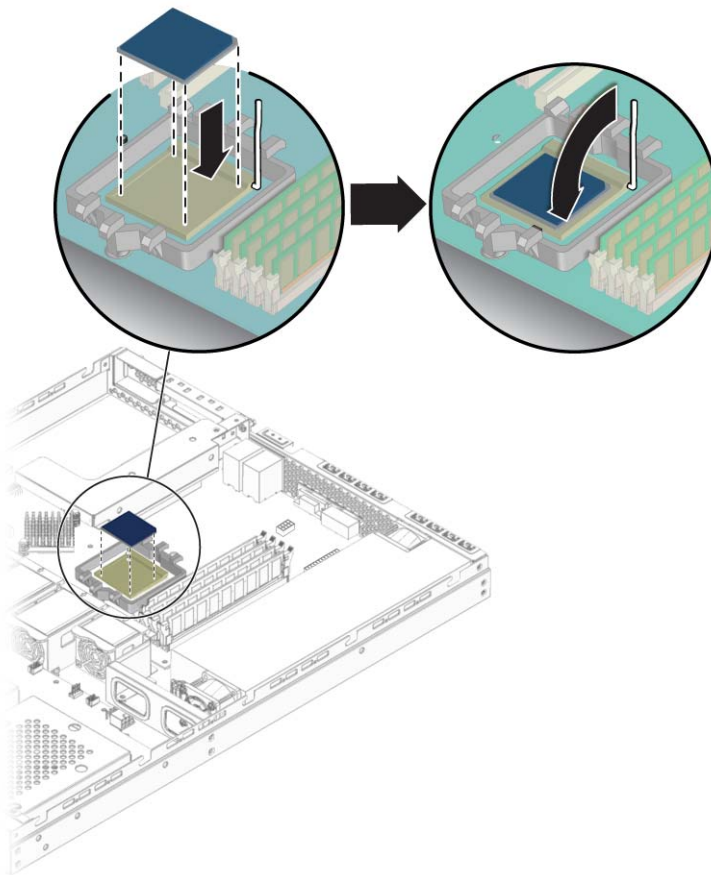

FIGURE 4-33 Installation du CPU
2. Vérifiez que le levier de retenue du connecteur est entièrement ouvert et en position verticale (cf. FIGURE 4-33).